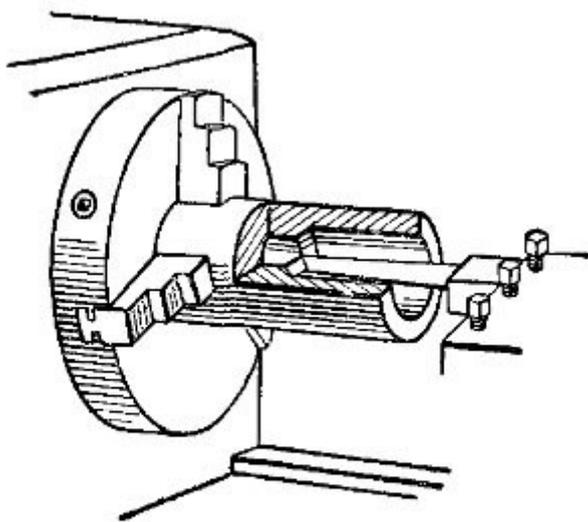

Рис. 2. Растачивание отверстия резцом
1) при растачивании размер поперечного сечения резца должен быть значительно меньше диаметра отверстия, а влет резца из резцовой головки несколько больше длины растачиваемого отверстия (рис. 2.), поэтому при растачивании отверстия значительной длины возможен изгиб резца, а при высоких скоростях резания - сильные вибрации. Следовательно, такие резцы не дают возможности срезать стружку большего сечения;